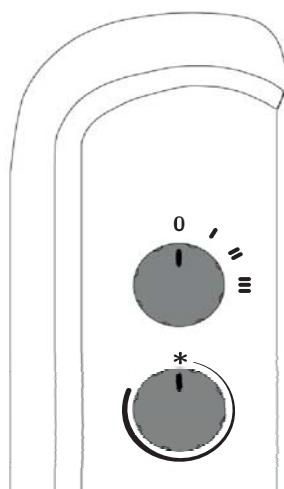

Fig. 2
1. Seleccione la potencia mediante el mando selector de potencias y gire el mando del termostato en el sentido de las agujas del reloj hasta su posición máxima (Fig. 2).
Los convectores S&P incorporan un dispositivo anti heladas que hace que el aparato se ponga en funcionamiento cuando la temperatura ambiental de la habitación desciende de +5°C. Para accionar este dispositivo basta con conectar el aparato a la red, colocar el selector de potencias en cualquiera de sus posiciones activas y el mando termostato en la posición [Fig. 2]. El aparato quedará desconectado, pero si la temperatura de la habitación desciende de +5°C, automáticamente se pondrá en funcionamiento manteniendo una temperatura de +5°C. Este modo de funcionamiento es especialmente beneficioso en lugares donde se alcanzan bajas temperaturas y es fácil que se hiele el agua de las tuberías.